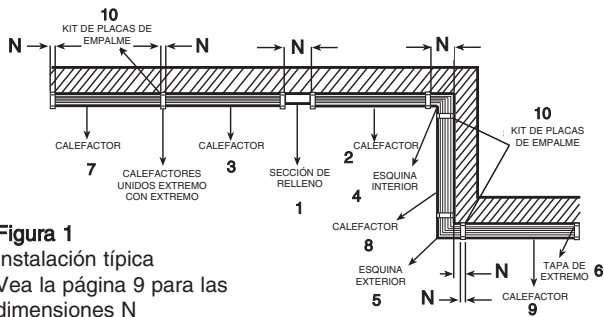

Figura 1
Antes de iniciar la instalación del tipo pared a pared, estudie las dimensiones de las secciones de calefactor y la longitud de pared adicional requerida para los accesorios telescópicos (de extensión) (Figura 1). Verifique que todos los calefactores y accesorios necesarios están disponibles y tienen el acabado correcto.
4. Si se requiere por plan, instale la sección de relleno (1, Figura 1) a cualquier calefactor (2) ó (3) mediante cuatro tornillos #6 suministrados con la sección de relleno. (Consulte la Figura 5). Deseche la tapa de extremo de la sección de relleno, en esta aplicación.
Nota: Se suministran orificios de montaje pretaladrados de 1/4" de diámetro en cada caja de conexiones. Estos orificios pueden utilizarse únicamente cuando no debe instalarse accesorio de inserción por deslizamiento en ese extremo al calefactor (tal como cuando los calefactores (3 y 7) se unen extremo con extremo según se muestra en la Figura 1). Deberán taladrarse orificios de montaje adicionales en la carcasa para soportar el peso de calefactores largos (6' y longitudes superiores). No taladre orificios adicionales en las cajas de conexiones.
10. Monte el calefactor (2, Figura 1) en la pared utilizando tornillos, pernos o anclajes (suministrados por el instalador) según la construcción de la pared.
11. Deslice telescópicamente la carcasa (3) del calefactor sobre la sección de relleno (1) en la cantidad deseada y monte la carcasa en la pared.
12. Deslice telescópicamente la carcasa (8) del calefactor sobre la sección de esquina (4) en la cantidad deseada y monte la carcasa en la pared.